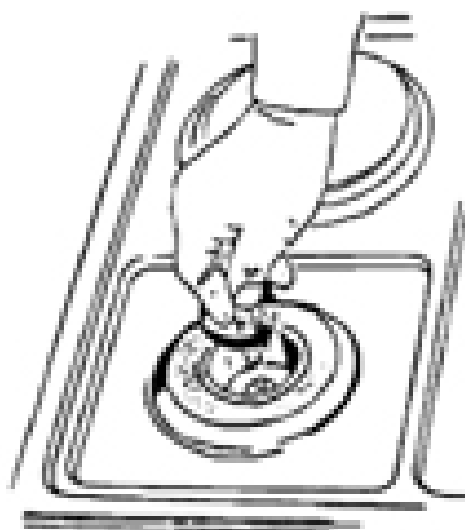

Figure 4
a) Changement des injecteurs de brûleurs du plan de cuisson (Fig. 4)